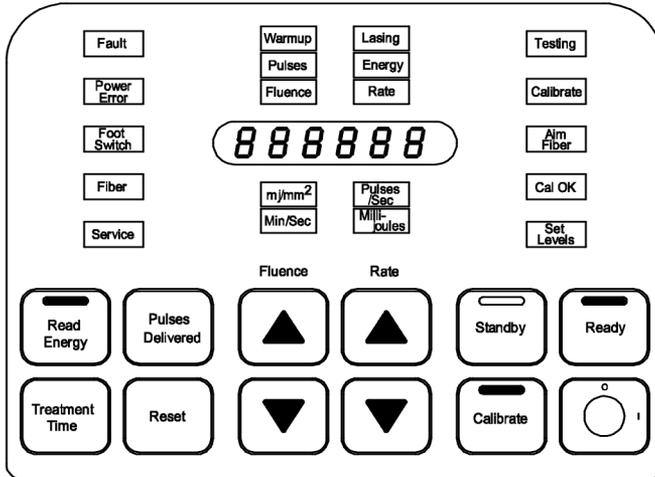

Figura 1
2. La prima parte del test automatico consiste in un test delle spie del pannello di controllo in cui tutti i pulsanti di stato e le spie di avviso, eccetto la spia Standby e la spia di stato verde nella parte superiore del pannello di controllo, vengono accese contemporaneamente per circa 5-7 secondi. Nella finestra del display vengono visualizzati sei numeri otto (8). (Figura 1)